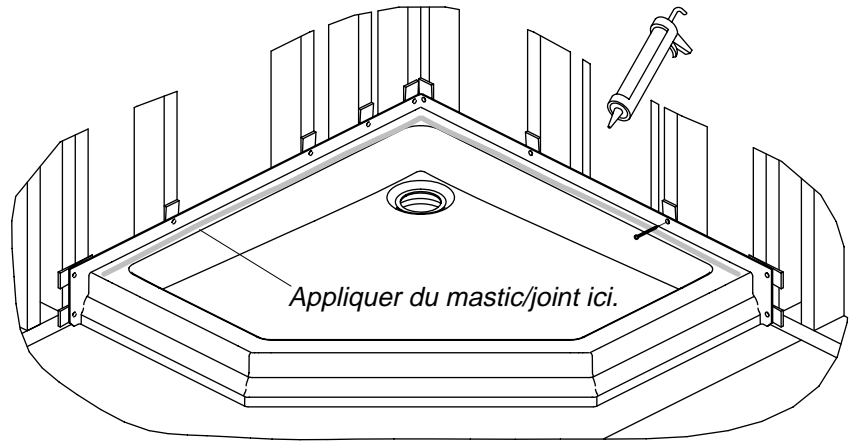

Figure 2
- Caler le receveur si nécessaire sur chaque montant restant et finissez de clouer le récepteur en place dans les trous préalablement percés. (Figure 2)
- Fixer des tasseaux afin d'assurer que l'installation du carton-plâtre soit nivelé. (Figure 2)